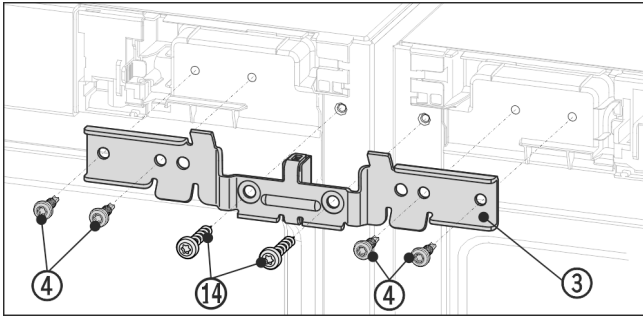

Fig. 10 Représentation à titre d'exemple
- Pousser l'équerre Fig. 10 (3) avec l'entretoise entre les appareils et sur le pivot. Visser sans serrer l'équerre avec quatre vis Fig. 10 (4) et les vis de terre préalablement dévissées Fig. 10 (14) de façon alternée à droite et à gauche.